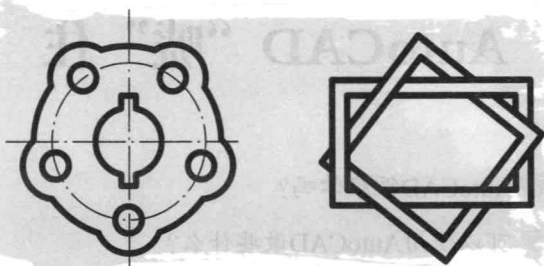

图1-1 在AutoCAD中绘制的图形
未接触过AutoCAD的读者,可能觉得这样一个几G大小的软件会很复杂。实际上并非如此,它只不过是一个通过线、圆等图形绘制图纸^①的工具而已,如图1-1所示。